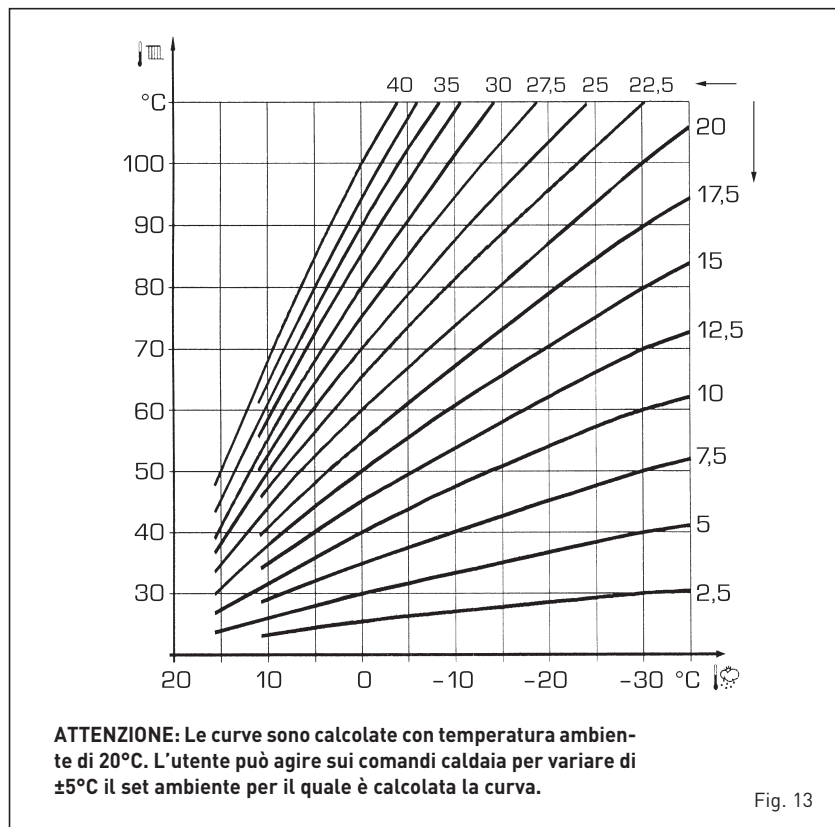

Fig. 13
3.4 Sonda esterna COLLEGATA (fig. 13)
In caso di presenza di sonda esterna i SET riscaldamento sono ricavabili dalle curve climatiche in funzione della temperatura esterna e comunque limitati entro i valori di range descritti al punto 3.3 (parametri PAR 22 per la zona 1, PAR 25 per la zona 2 e PAR 28 per la zona 3). La curva climatica da impostare è selezionabile da un valore 3 e 40 (a step di 1). Aumentando la pendenza rappresentata dalle curve di fig. 13 si incrementa la temperatura di mandata impianto in corrispondenza alla temperatura esterna.